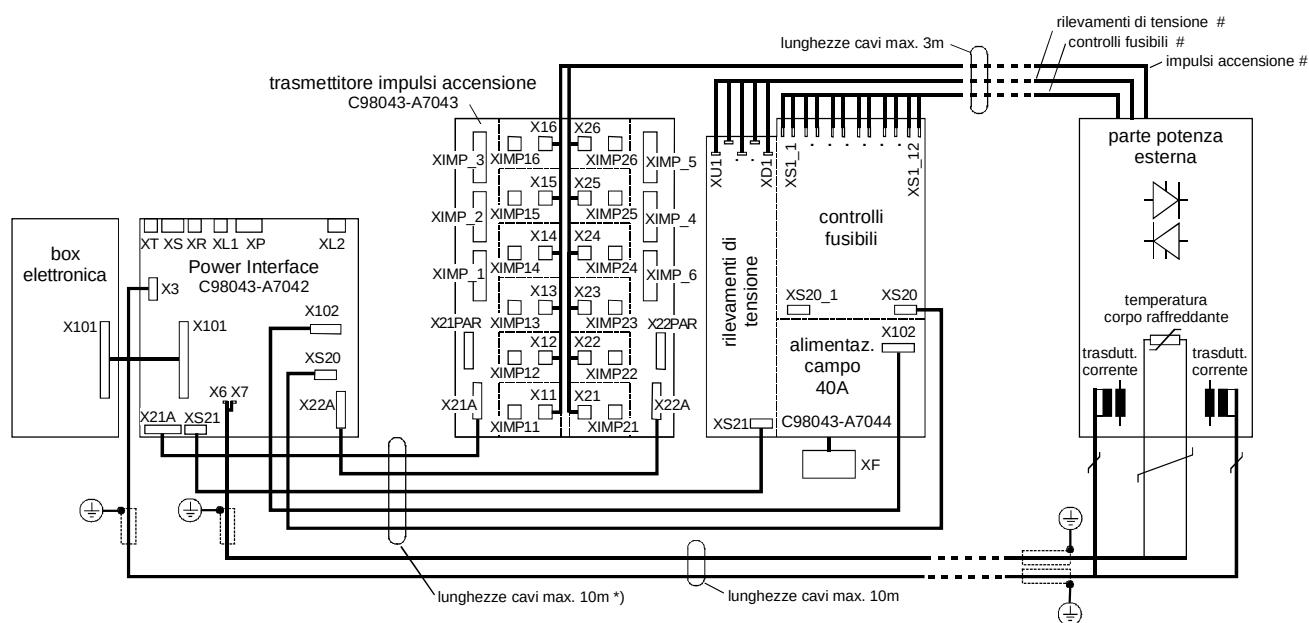

Fig. 6.4.1
1. Telaio posteriore e telaio anteriore montati uno sopra l'altro o separatamente, schede C98043-A7043 e C98043-A7044 non divise (Fig. 6.4.1)